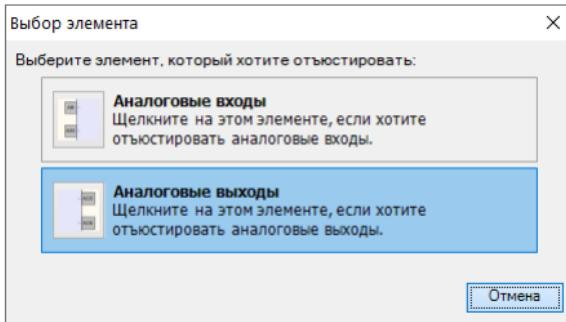

Рисунок 8.5 – Выбор входов/выходов
- Запустить OwenLogic и выбрать в меню пункт «Прибор» → «Юстировка входов/выходов» для запуска мастера юстировки (см. рисунок 8.5).